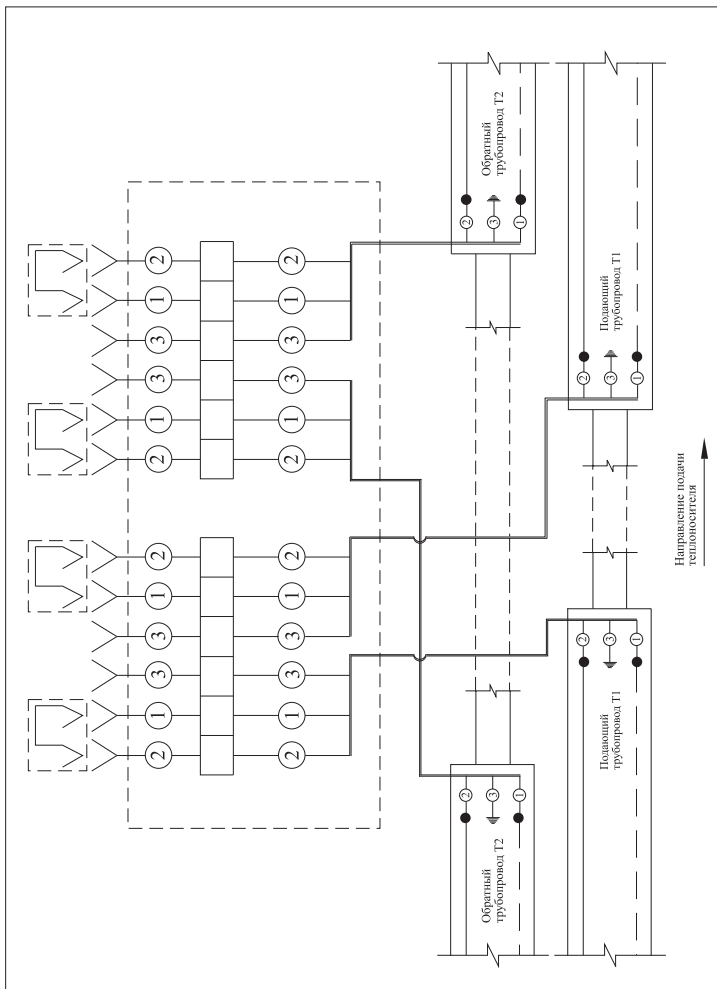

Рис. 9 «Разъединение/закольцовка двух независимых двухтрубных систем ОДК»
8. Для разъединения (закольцовки) одной двухтрубной системы ОДК на две независимые системы, монтаж проводников внутри терминала осуществлять по электрической схеме – **Рис. 9**.